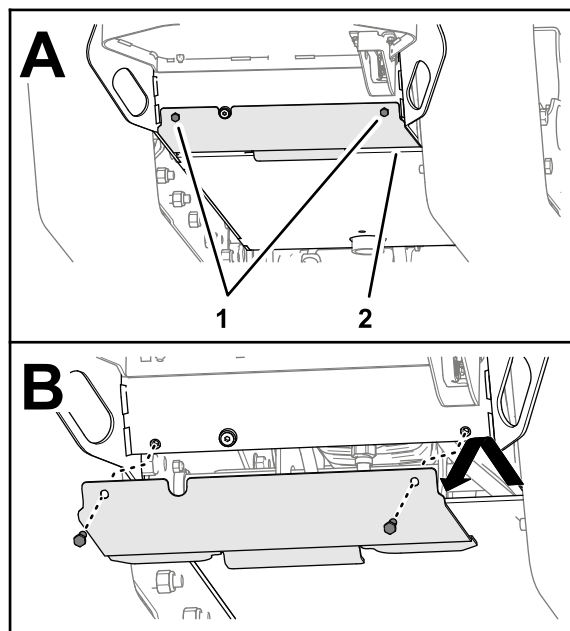

Рисунок 3
2. Снимите нижнюю плоскую крышку с машины (Рисунок 3).
1. Отверните два болта ($\frac{3}{8}$ x 1 дюйм), которые крепят нижнюю плоскую крышку к пластине рамы (Рисунок 3)